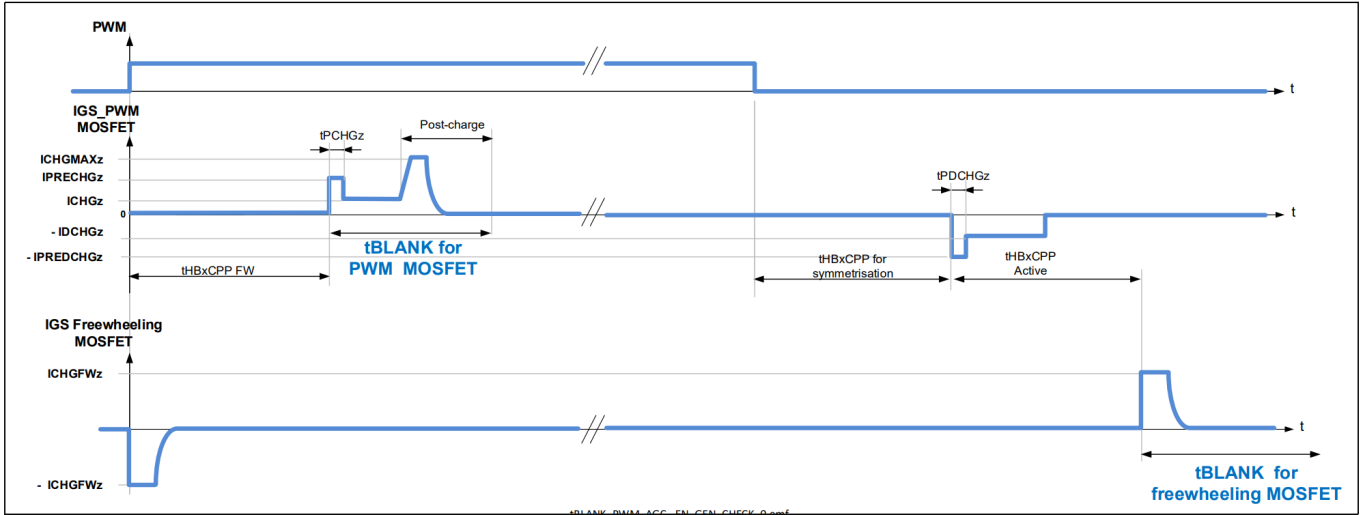

图 33 PWM工作模式中半桥的空白时间, 禁用发电机模式检测 (EN_GEN_CHECK = 0)
- PWM MOSFET的空白时间从 FW MOSFET的交叉电流保护时间 (t_{HBxCCP_FW}) 结束时开始。参见图 33。
- PWM MOSFET关闭 (tHBxCCP Active) 时, 交叉电流保护时间结束后, FW MOSFET的空白时间开始。参见图33。